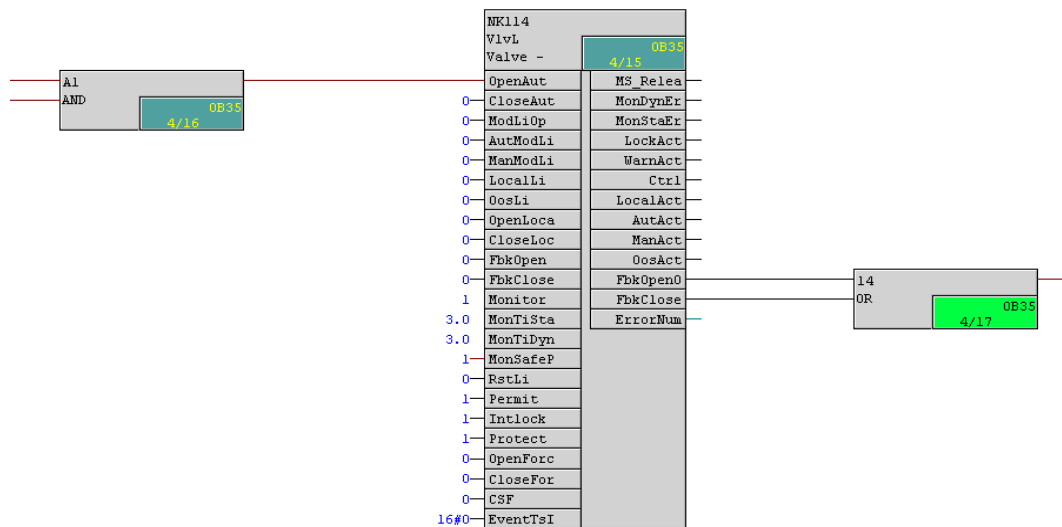

图 11 结构变量和非结构变量的直接连接
2) 符合第 2.1 节所描述的带有信号状态的结构变量可以和相应类型的非结构变量直接连接。即：结构变量必须只包含两个元素，第一个元素为 Value，数据类型为 REAL 或者 BOOL，第二个元素为 ST，其数据类型为 BYTE。这种结构变量可以直接连接到与其 Value 类型一致（REAL 或者 BOOL）的非结构变量（PCS 7 V7.1 SP1 以上版本支持）。如图 11 所示。图中 OpenAut、FbkOpenOut 和 FbkCloseOut 都是结构变量，分别直接连接到了 AND 和 OR 块的 BOOL 型引脚上。